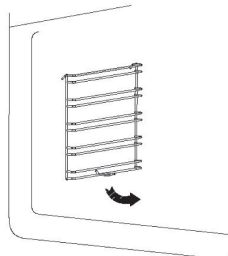

Рис. 2
- Поверните стойку внутрь на угол примерно 90° (рис. 2 и 3).